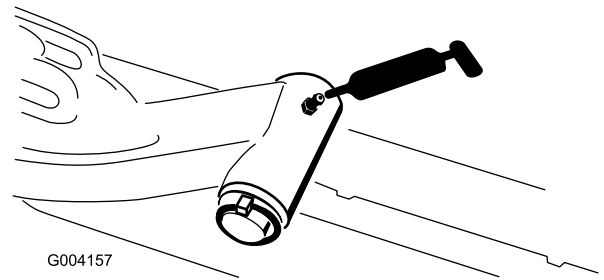

Рисунок 45
- Оси поворота подъемного рычага (по 1 шт.) (Рисунок 45)